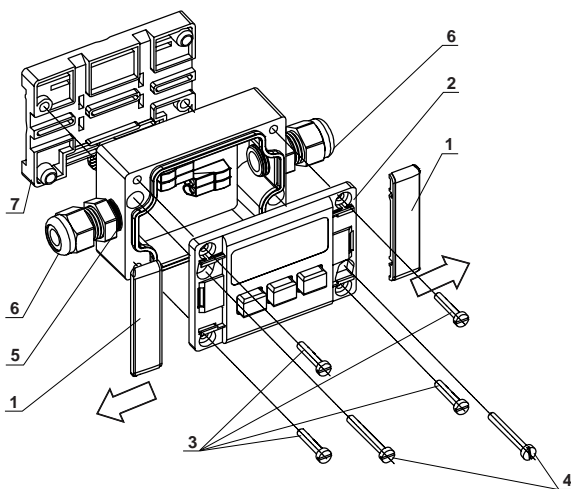
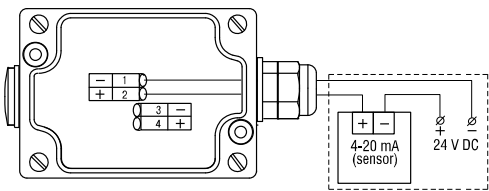

Fig. 2
Fig. 4 Conexión desde la derecha
1. Remover las coberturas deslizantes (1) en la dirección indicada por las flechas (Fig. 2).
2. Desajustar los tornillos (3) y retirarlos del panel frontal (2).
3. Ajustar los conectores (incluidos en la entrega) junto a los sellos en forma de anillo (5) de forma ajustada sobre la carcasa, para garantizar la protección IP65 del equipo.
6. Conectar los terminales de los cables de acuerdo a los diagrama de conexión (Fig. 4 - 6) y ajustar la tuerca cobertora (6).
7. Colocar el panel frontal (2) nuevamente y fijarlo usando los tornillos (3).